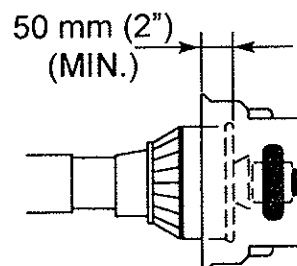

FIG. 10
- PTOシャフトの安全カバーとPTOシャフトの重なりは最低でも5cmは取って下さい。(図10)